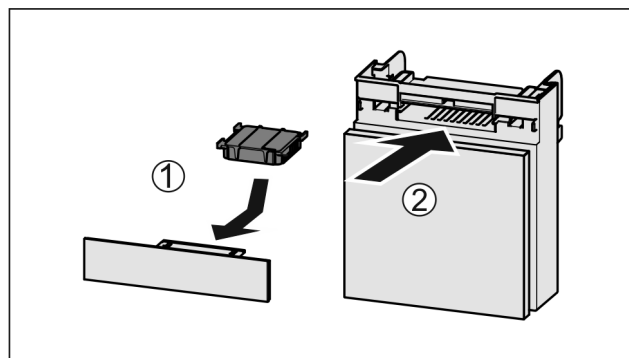

Fig. 203
- Filtr s aktivním uhlím vložte podle vyobrazení Fig. 203 (1).
- Zásuvku zasuňte Fig. 203 (2).